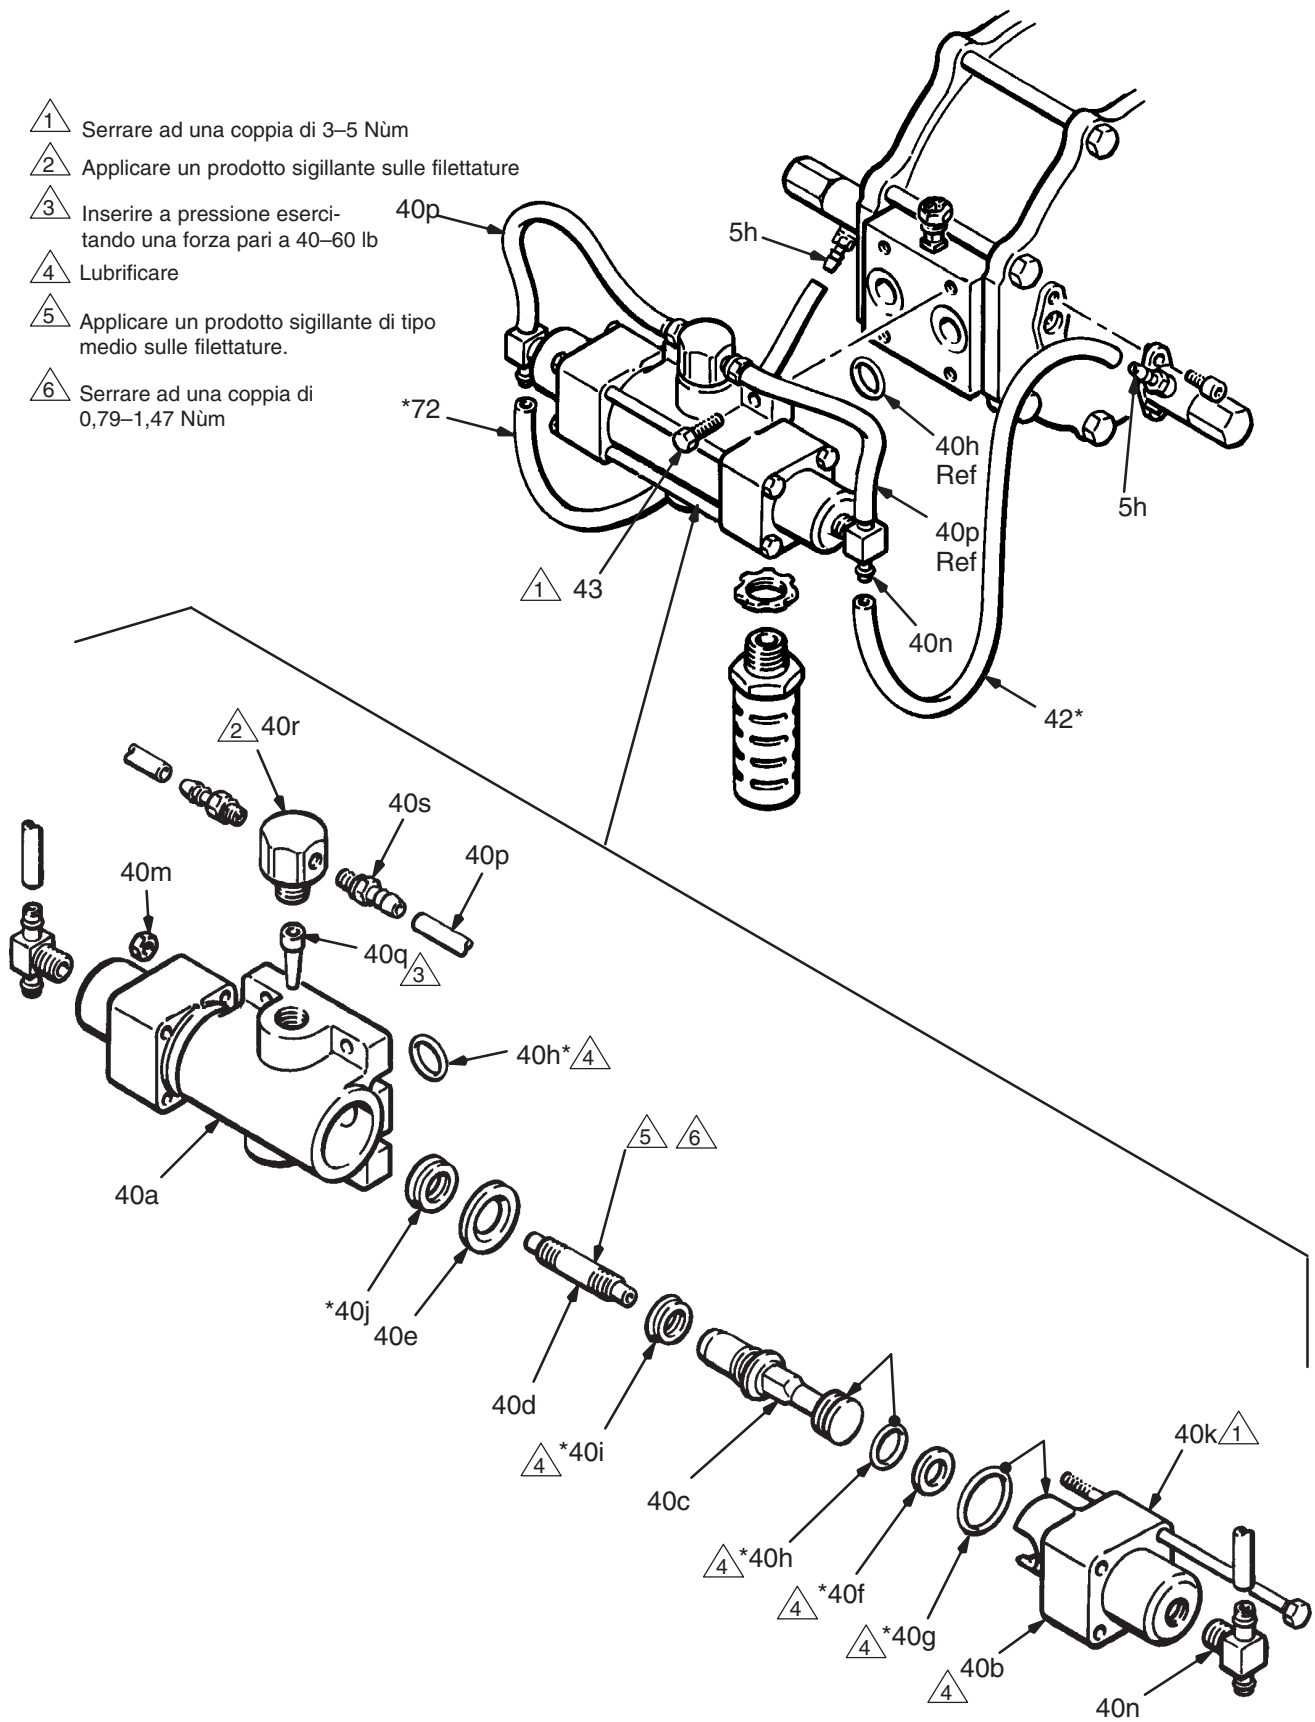

Fig. 10
2. Praticare una piccola fessura sulle estremità dei tubi (72*, 42*, 40p*) e scollegarli dai raccordi della valvola pilota (5h), dai raccordi a T della valvola di sfianto (40n) e dai raccordi scanalati (40s). Ved. Fig. 10.
5. Se il filtro dell'aria (40q) deve essere pulito o sostituito, svitare l'alloggiamento del filtro (40r) ed estrarre il filtro. Per pulire i componenti, immergerli in un solvente per il periodo di tempo necessario e asciugarli con aria a bassa pressione (inferiore a 2,1 bar). Inserire il filtro a pressione nell'alloggiamento esercitando una forza di 40–60 lb. Fare riferimento alla Fig. 10. Applicare un prodotto sigillante sulle filettature dell'alloggiamento del filtro e avvitare il filtro alla sede centrale (40a).
9. Installare la valvola di sfianto sulla pompa utilizzando le 4 viti mordenti (43). Serrarle uniformemente in ordine alterno ad una coppia di 3–5 Nùm.
10. Collegare i nuovi tubi (72*, 42*, 40p*) ai raccordi della valvola pilota (5h), ai raccordi a T della valvola di sfianto (40n) e ai raccordi scanalati (40s), come da Fig. 10.